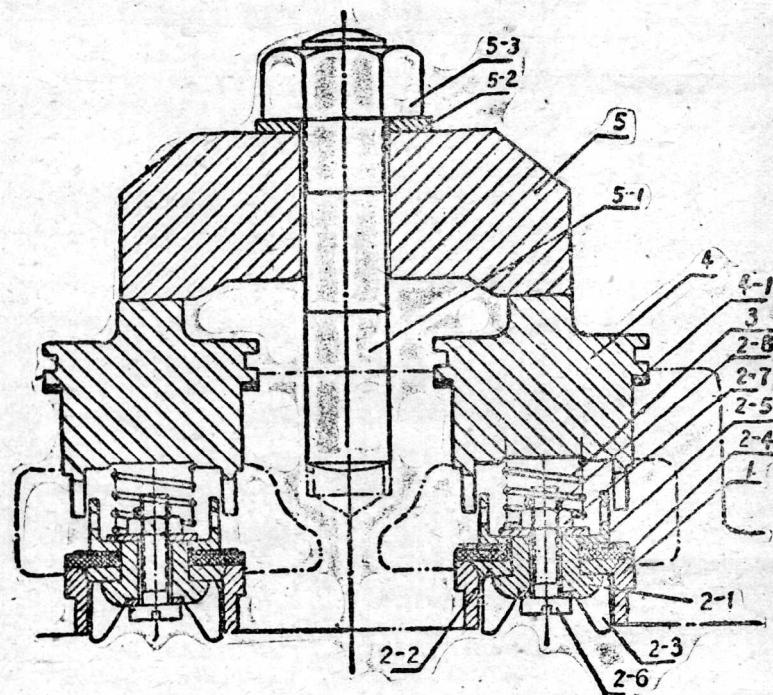

图 133. 水門
13. 水門（如图 133）：分進水門和出水門兩種，是控制進水和出水不致倒回的一種裝置。其構造相同，均由活瓣座，活瓣、彈簀、壓蓋和彎形壓桿等組成。